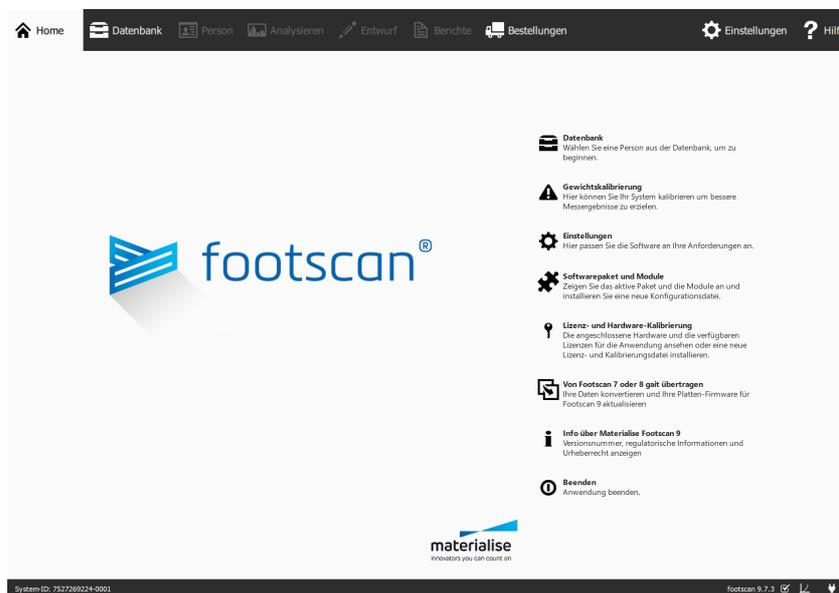

Figure 7: Das Dialogfeld Softwarepaket und Module kann im Startbildschirm geöffnet werden.
2. Durch Klicken auf die Schaltfläche  Softwarepaket und Module auf dem Startbildschirm (Abbildung 7). Mehr Informationen über den Startbildschirm finden Sie im Abschnitt 6.